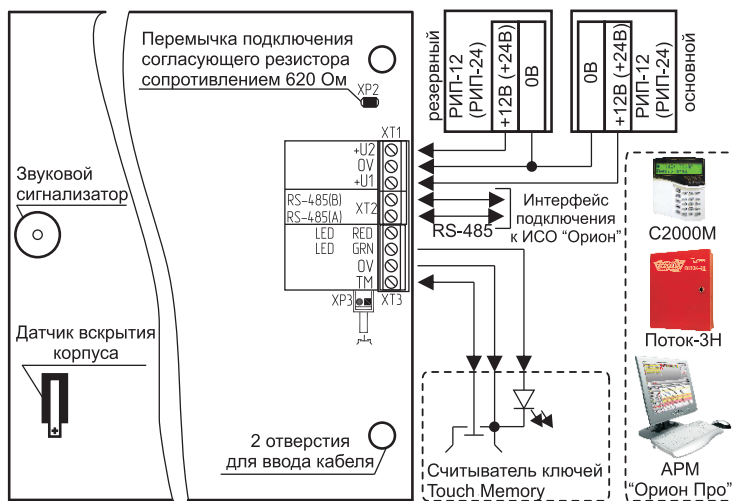

Рисунок 3. Схема внешних соединений блока «Поток-БКИ»
2.2.1 Подсоедините кабели к клеммам в соответствии с рис. 3.
2.2.5 Если блок не является последним в линии интерфейса RS-485, удалите перемычку, расположенную на плате блока (рис. 3).